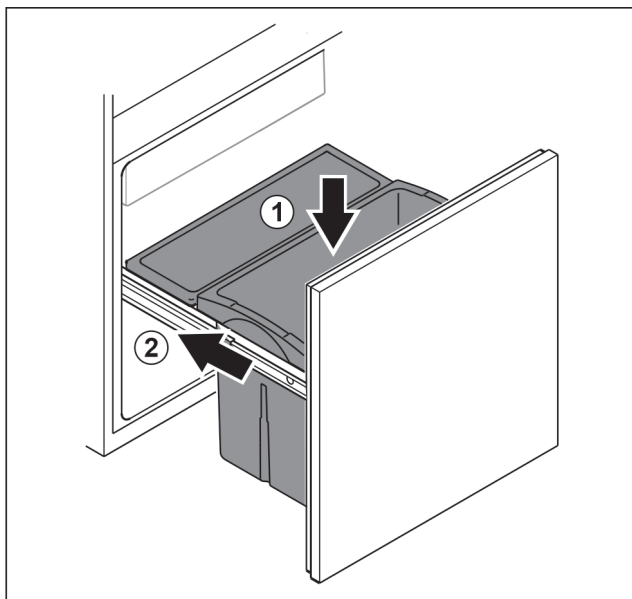

Fig. 161
- ▶ Вставьте выдвижной ящик сверху. Fig. 161 (1)
- ▶ Вставьте выдвижную тележку. Fig. 161 (2)